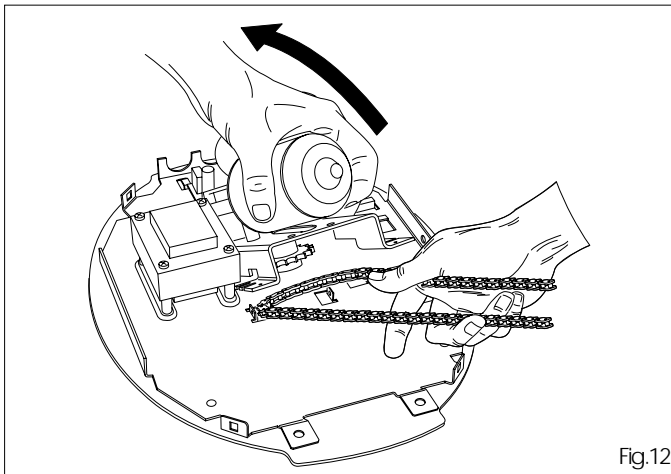

Fig.12
5.7 Sollevare l'unità motore facendo attenzione a non danneggiare l'apparecchiatura elettronica, accoppiare la catena al pignone (fig.12).